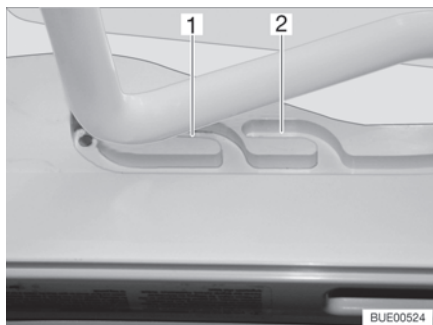
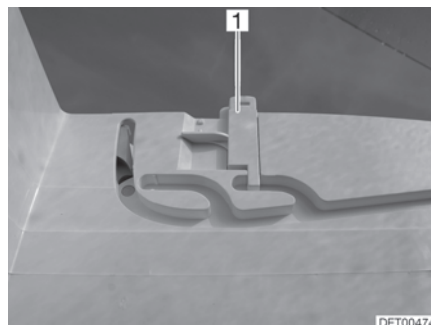

Fig. 81 Lanterneau Heki en position de ventilation
Fig. 82 Verrouillage position de ventilation
Il est possible d'amener le lanterneau Heki en deux positions de ventilation : Position pour mauvais temps (Fig. 81,1) et position intermédiaire (Fig. 81,2). Selon l'équipement, il est possible de verrouiller le lanterneau en position intermédiaire avec les deux verrous (Fig. 82,1) à gauche et à droite du cadre du lanterneau.
- Pousser légèrement l'étrier vers le haut, le pousser dans la glissière choisie (Fig. 81,1 ou 2) et le verrouiller si nécessaire.